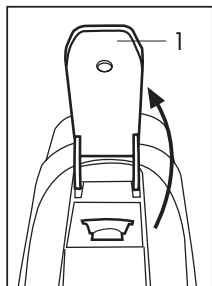
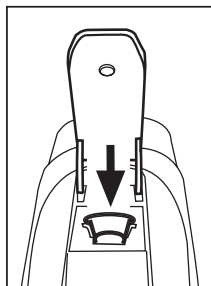

Fig. 8
Fig. 9
- Sollevare completamente la leva di comando (1) (Fig. 8) e inserire una capsula nell'apposito spazio. (Fig. 9)